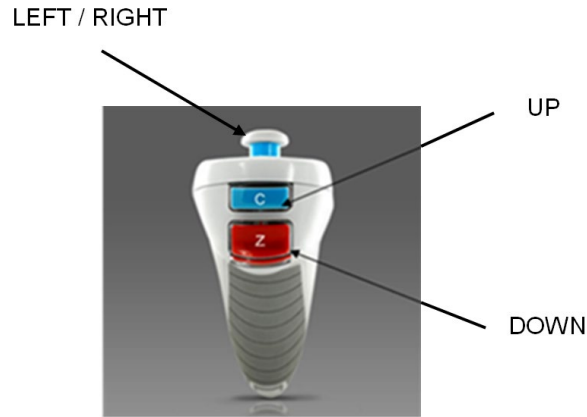

Figure 3-25. Fonctions de la télécommande
**REMARQUE :** Pour un alignement correct lors de l'utilisation de la télécommande, le logo Avedro situé sur la tête du KXL doit être placé face à l'utilisateur. La figure 3-25 affiche les fonctions de la télécommande à utiliser pendant le processus d'alignement.